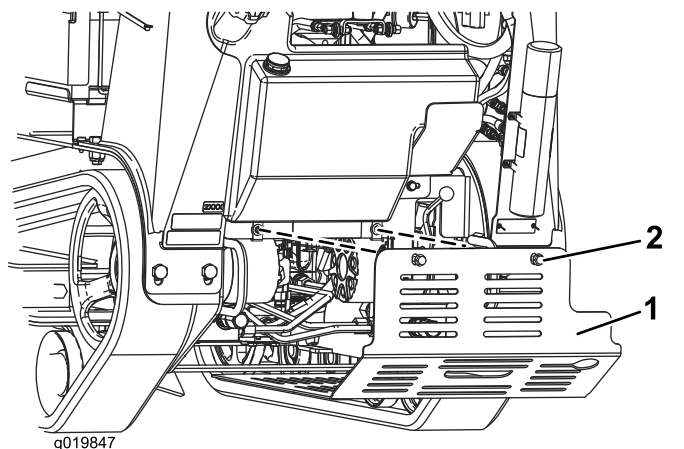

図 26
3. 下部シールドを機体に固定しているボルト 2 本を交互にゆるめてシールドを外す 図 26。
5. 運転する時は必ずシールドを取り付ける。下側シールドを4ヶ所のタブにセットし、外す時にゆるめたボルト2本で固定する 図 26。